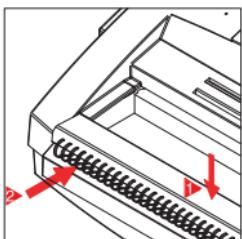

Figura-5
- Posizionare il dorso metallico sotto il pressino come mostrato nella figura 5